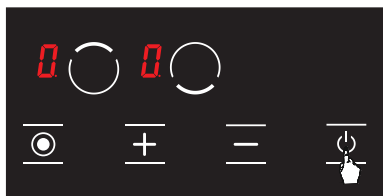

Рисунок 5
1. Нажмите кнопку, чтобы включить варочную панель. (см. Рис. 5)